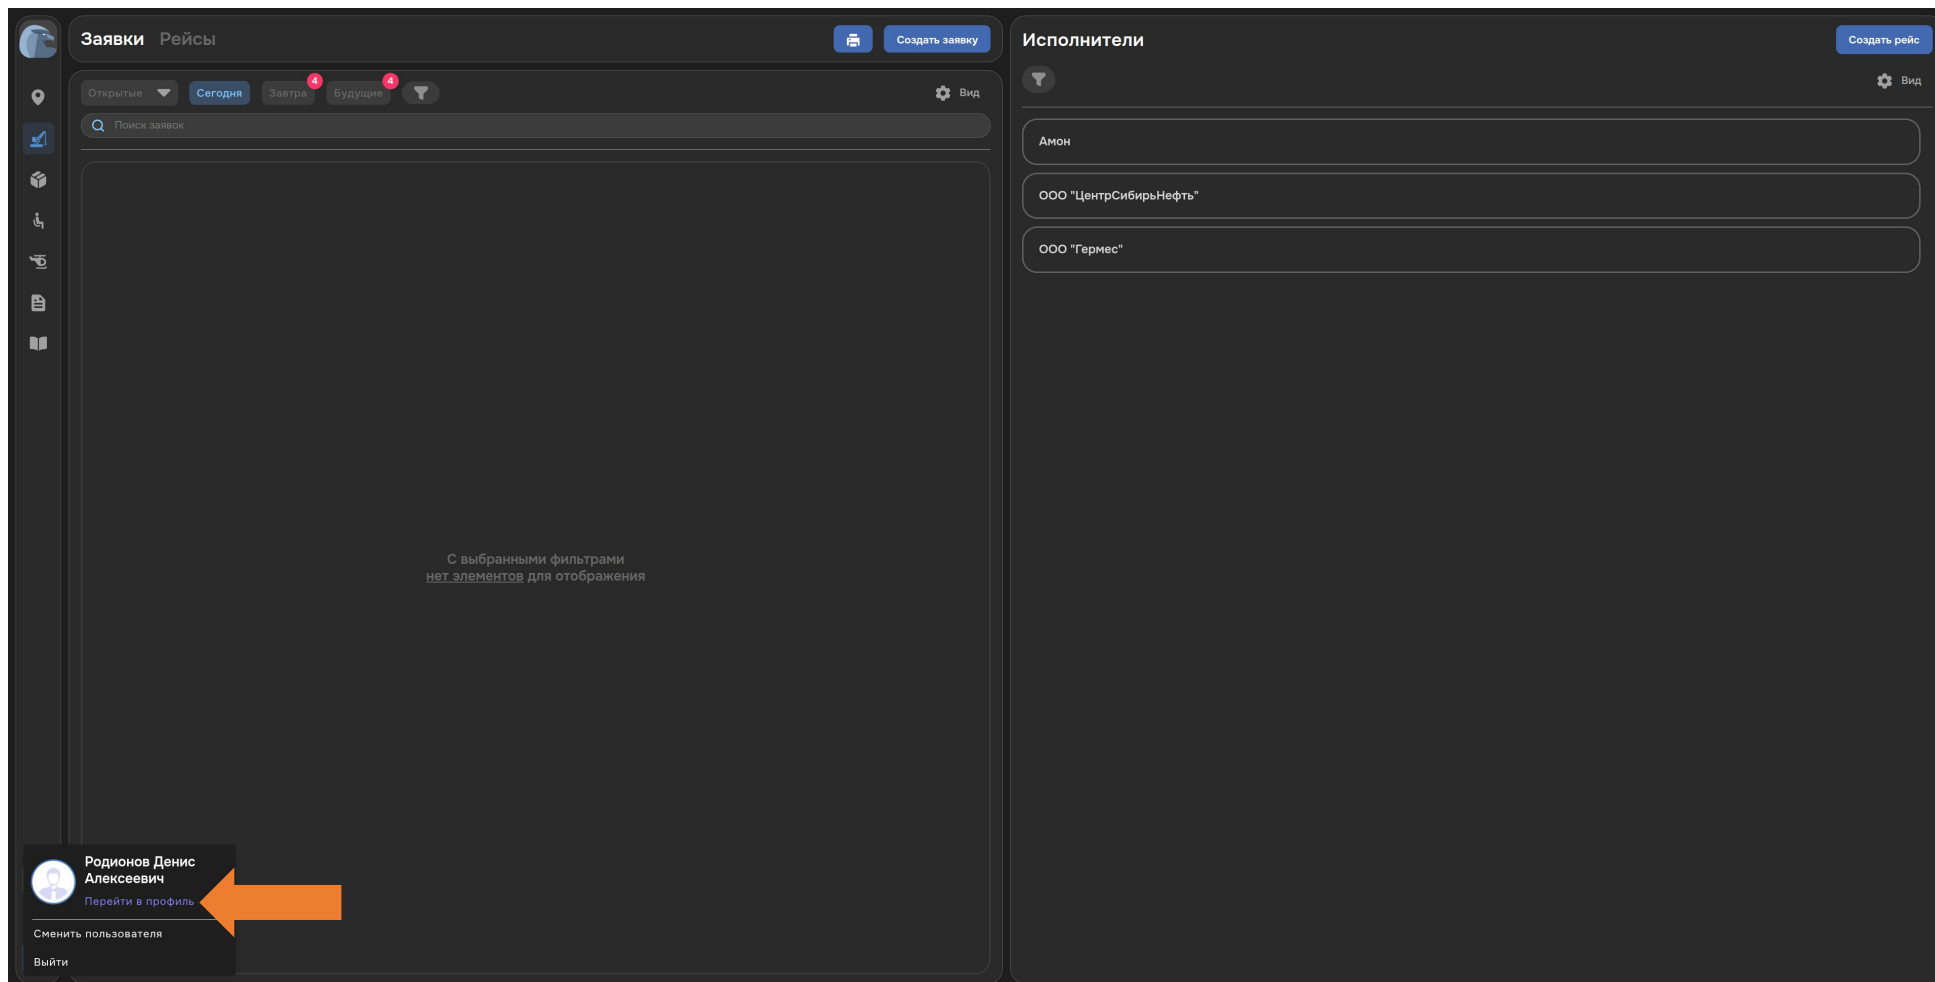

Рисунок 3. Интерфейс Системы после нажатия на аватар Пользователя
3. Нажмите кнопку «Перейти в профиль» (см. Рисунок 3).